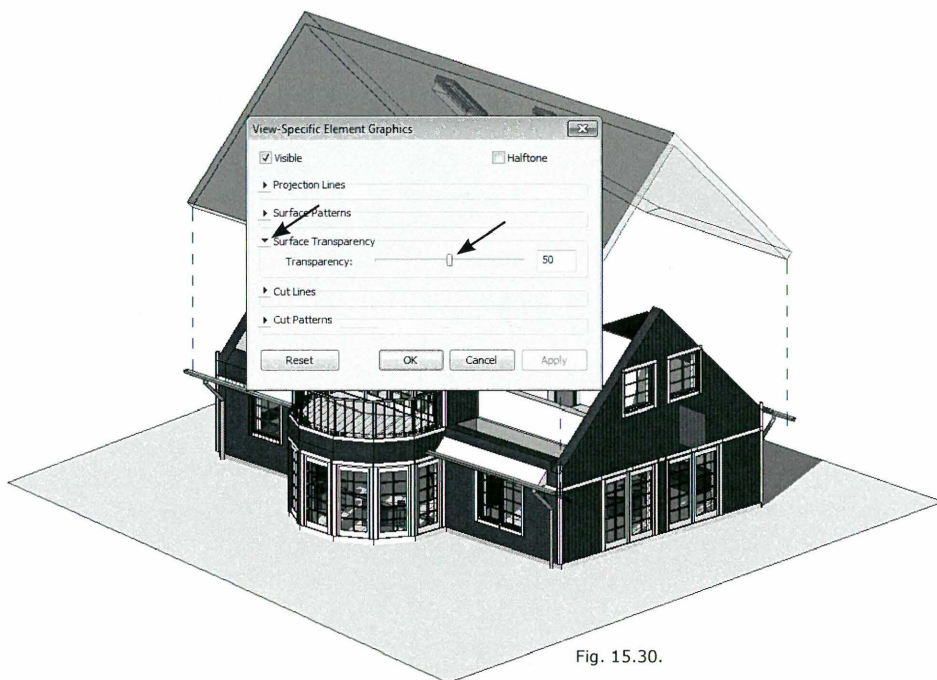

Fig. 15.30.
- Tryk på pilen ud for *Surface Transparency* (Fig. 15.30) og juster *Transparency* til du er tilfreds. Klik evt. *Apply* undervejs, så du kan se resultatet inden du vælger *OK*.